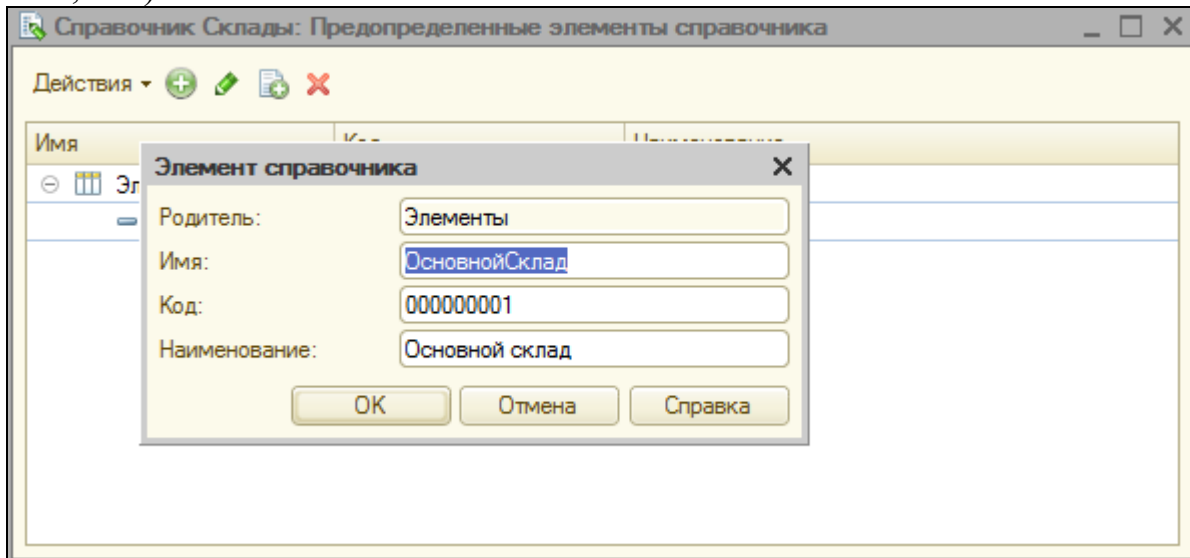

Рис. 16. Предопределенные элементы справочника
3. Добавим  новый предопределенный элемент **ОсновнойСклад** (рис. 16, 16а).
Рис. 16а. Предопределенные элементы справочника